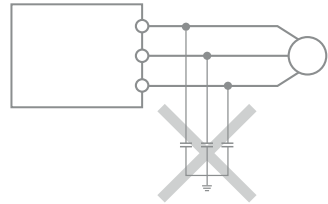

Fig.1-2 Condensadores a la salida del variador
12. No conectar condensadores para corregir el factor de potencia entre el variador y el motor. De hacerlo se puede dañar (Fig.1-2).